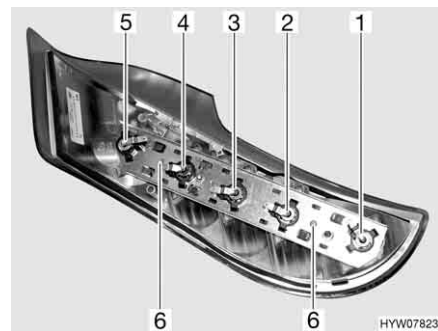

Fig. 240 Luci posteriori (lato posteriore)
- Svitare le due viti Torx (Fig. 240,6) del listello di supporto poste sul lato posteriore dell'involucro.